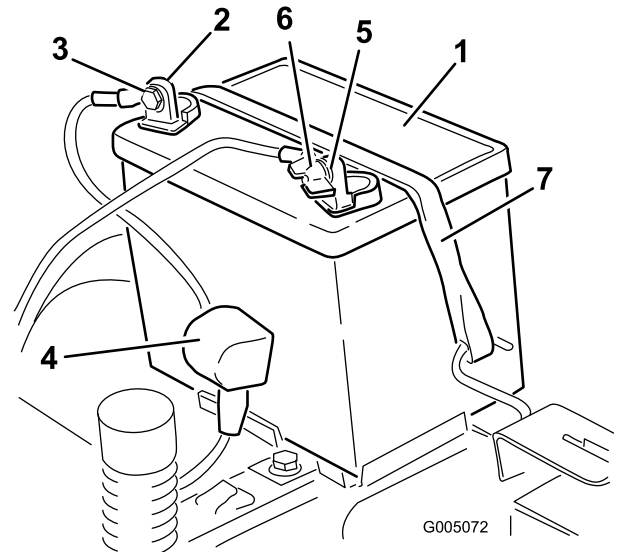

Bild 37
4. Klemmen Sie das Minuskabel (schwarz) vom Batteriepol ab (Bild 37). Bewahren Sie alle Befestigungen auf.
5. Schieben Sie die Gummiabdeckung am Pluskabel (rot) nach oben. Klemmen Sie das Pluskabel (Rot) vom Batteriepol ab (Bild 37). Bewahren Sie alle Befestigungen auf.
6. Nehmen Sie die Batterieklemme ab (Bild 37) und heben Sie die Batterie aus dem Ständer heraus.
- Setzen Sie die Batterie in das Fach (Bild 37).
- Befestigen Sie die Batterie mit der Befestigung (Bild 37).